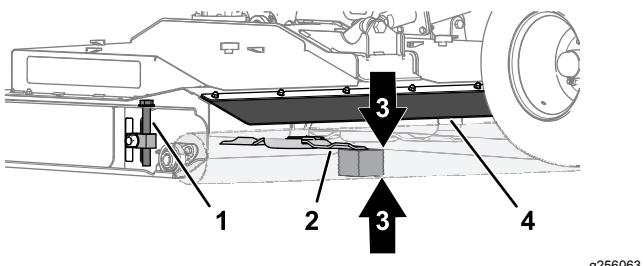

Figura 80
1. Trabajando en la parte trasera de la carcasa del cortacésped, eleve la aleta trasera y alinee el bloque de madera de 51 mm entre el extremo trasero de la cuchilla del cortacésped central y el suelo (Figura 80).